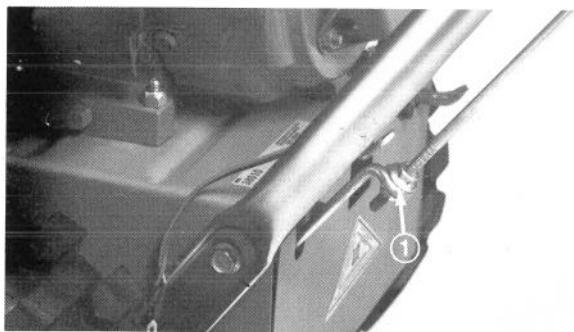

Abb. 5
3. Eine Bundmutter (Bundseite nach oben) auf das Ende des Antriebgestänges zur Luppe in der unteren Antriebsstange anschrauben (Abb. 5).